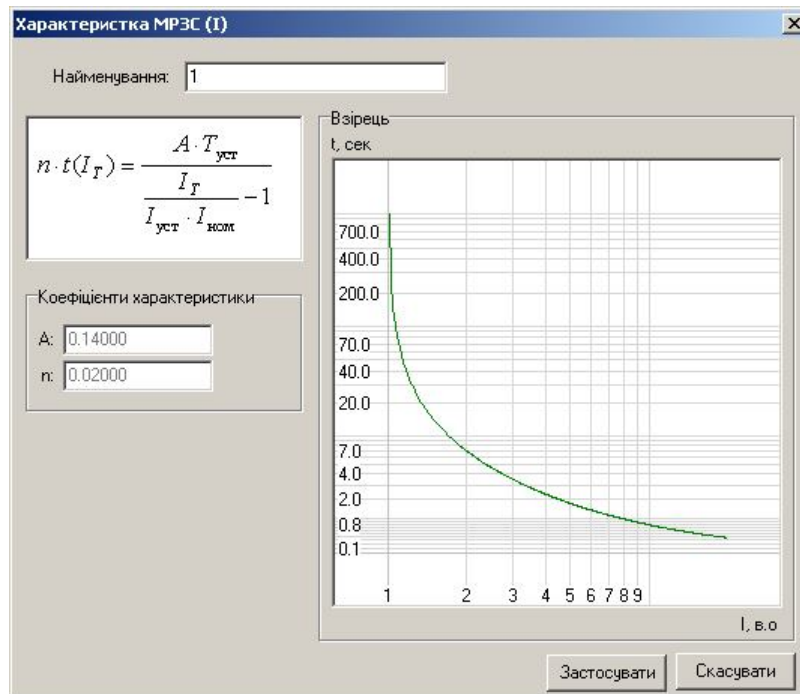
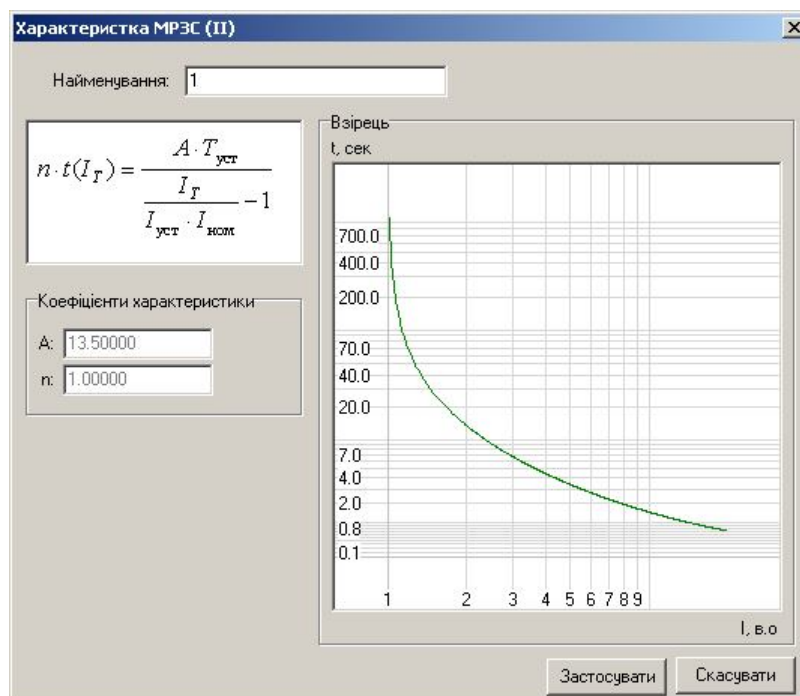
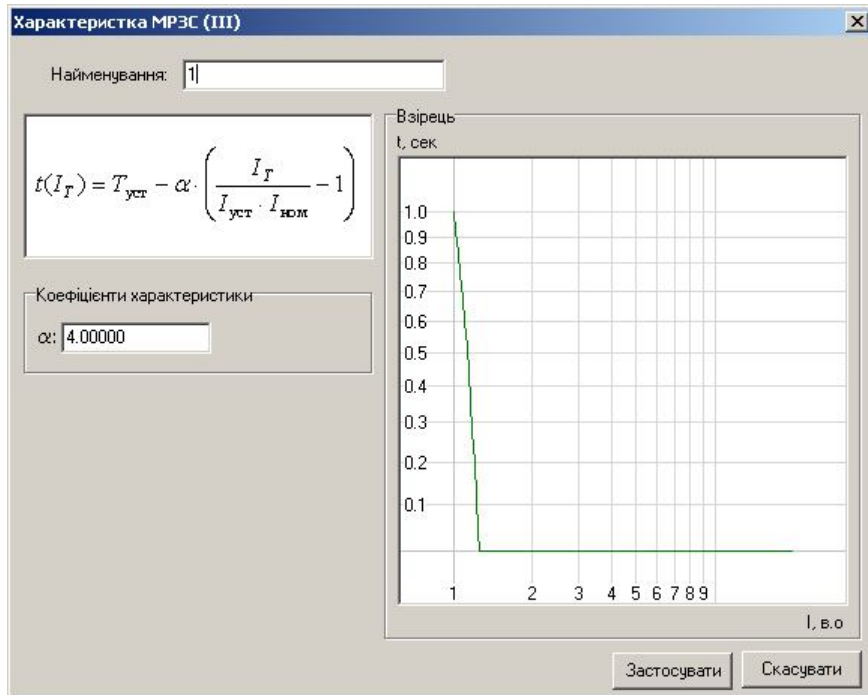
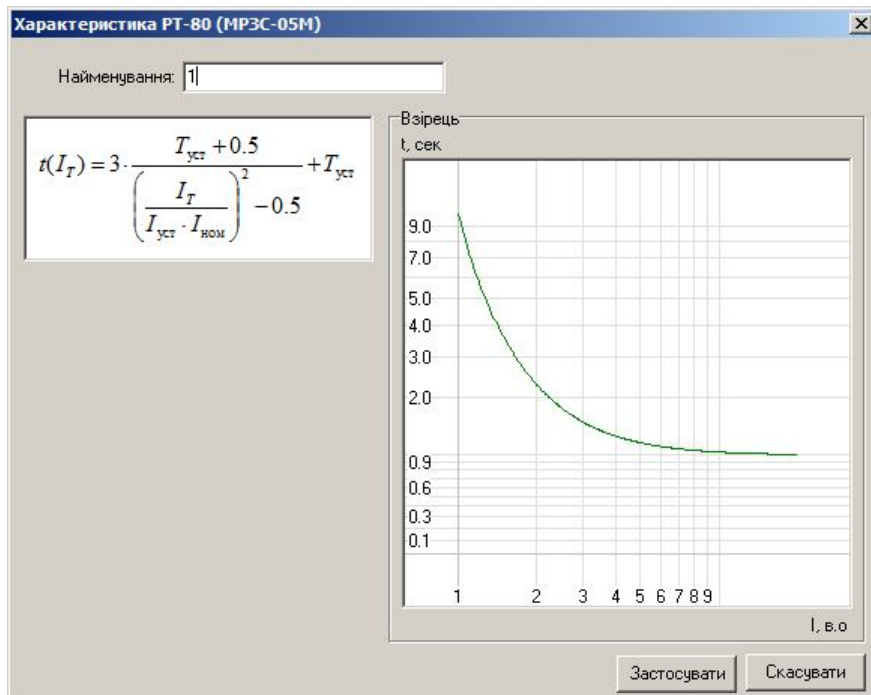

Рис. 5.11. Характеристика МРЗС (I)
Рис. 5.12. Характеристика МРЗС (II)
Рис. 5.13. Характеристика МРЗС (III)
Рис. 5.14. Характеристика РТ-80 (МРЗС 05М)
Передбачені також особливі характеристики, такі як МРЗС (I) (рис. 5.11), МРЗС (II) (рис. 5.12), МРЗС (III) (рис. 5.13) та РТ-80 (МРЗС-05М) (рис. 5.14).